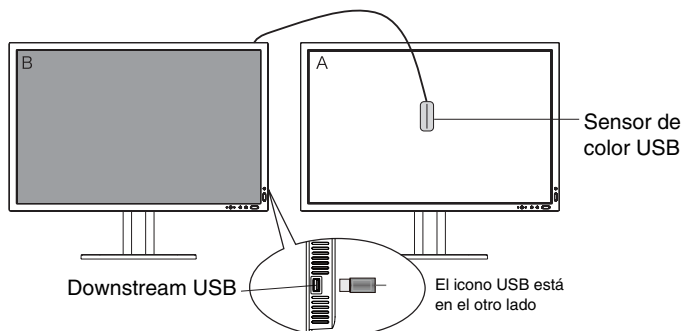

Figura C.1
4. El procedimiento le pedirá que coloque el sensor de color USB en el centro del panel de la pantalla (**Figura C.4**). Incline el panel de la pantalla aproximadamente 5° hacia atrás y coloque el sensor de color USB en el centro del panel de la pantalla (**Figura C.1**).